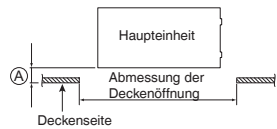

Abb. 7-12
- (1) Sicherstellen, dass die Deckenöffnung die folgenden Maße aufweist: 600 x 600 mm
- (2) Sicherstellen, dass die Inneneinheit bezüglich der Decke wie in der Abbildung gezeigt positioniert ist. Wenn die Positionen von Deckenverkleidung und Einheit nicht übereinstimmen, kann dies Luftundichtigkeit, Wasseraustritt, Klappen-Funktionsstörungen und andere Probleme zur Folge haben.
- Die Deckenverkleidung niemals mit der Vorderseite nach unten hinlegen. Die Verkleidung entweder senkrecht aufhängen oder auf einem vorstehenden Objekt ablegen. Beim Ablegen auf der Vorderseite hat dies eine Beschädigung der Verkleidung zur Folge. (Abb. 7-12)
Ⓐ muss innerhalb des Bereichs von 13 – 18 mm liegen. (Abb. 7-12)